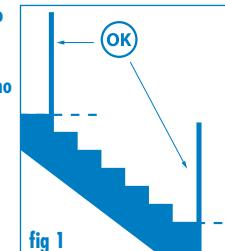

fig 1
**AVVERTENZA:** La posizione del cancelletto rispetto alle scale può compromettere la sicurezza del bambino (fig 1).